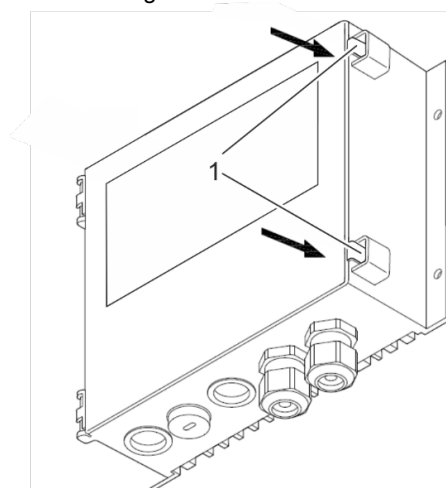

Figura 107: Cerrar la tapa frontal
25. Cierre la tapa frontal del accionamiento del dispositivo de limpieza del rotor. Asegúrese de que los clips de bloqueo (Figura 107/1) encajan y se escucha un clic.